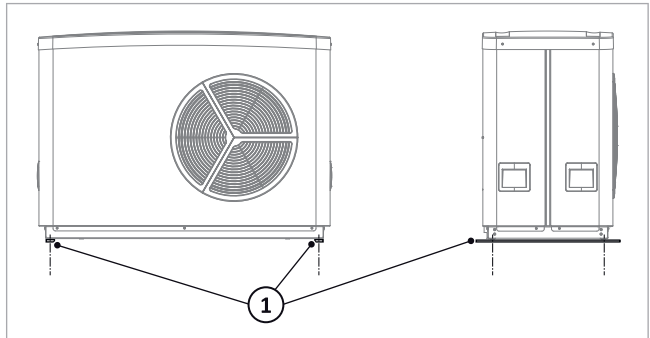

Abb. 2: Montagehilfe Dämpfer WP Lea montieren
1. Die Montagehilfe Dämpfer WP Lea jeweils links/rechts entsprechend **→ Abb. 2** mit je 2x Schraube M8 sowie